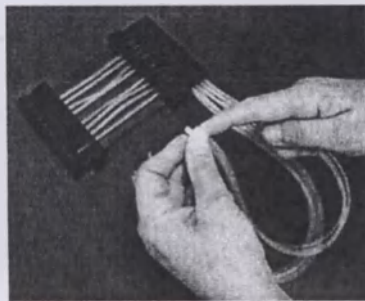

Рисунок 5-48. Вставление трубок в белую тефлоновую утяжеляющую пластинку.
19. Вставьте восемь трубок в белую тефлоновую утяжеляющую пластину на этом этапе или ранее (рисунок 5-48). Теперь новый комплект трубок успешно собран.